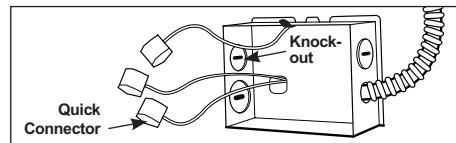

Figure 6
Step 2. Remove wiring box cover. Remove the appropriate knock-out(s) to accommodate the type of electrical supply being used (Fig. 6):
Paso 2. Retire la cubierta de la caja de cableado. Retire el(los) orificio(s) troquelado(s) apropiado(s) para adaptar el artefacto al tipo de suministro eléctrico que se está usando (Fig. 6).